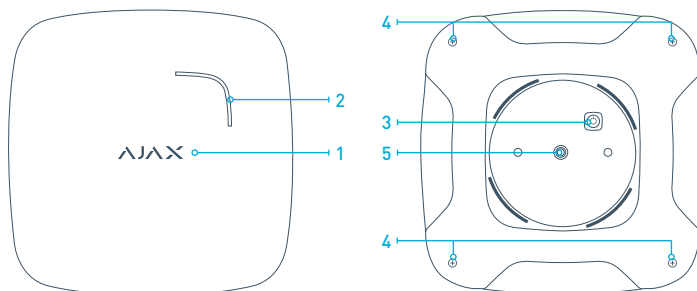

РИС. 1. Датчик FireProtect
4.1 Для регистрации датчика необходимо перевести приемное устройство охранной системы Ajax в режим «Добавить устройство» (как это сделать см. в руководстве к приемному устройству) и включить датчик зажатием кнопки «3» (РИС.1) на 3 секунды. В момент включения исправный датчик должен мигнуть зеленым светодиодом «1» (РИС.1). Запрос на регистрацию передается только в момент включения датчика! Если регистрация датчика в охранной системе по какой-либо причине не произошла, FireProtect мигает зеленым светодиодом 6 раз с периодичностью раз в секунду, после чего переходит в автономный режим. Чтобы повторить регистрацию – выключите датчик зажав кнопку на 3 с и выдержав паузу в 5 секунд включите его снова. Если FireProtect был удален из списка зарегистрированных в охранной системе устройств, то он аналогично мигает зеленым светодиодом 6 раз с периодичностью раз в секунду, после чего автоматически переходит в автономный режим.
5.5 Активация режима тревоги сопровождается звуковым сигналом встроенной сирены и световой индикацией — на датчике загорается красный светодиод. В режиме тревоги предусмотрена возможность отключить звуковой сигнал примерно на 10 минут нажатием сенсорной кнопки «ТЕСТ» («1», РИС.1), которая находится в центре логотипа AJAX. Световая индикация тревоги при этом не отключается, на приемник при этом никаких сообщений не приходит и он продолжает детектировать тревогу. Если через 10 минут уровень дыма, температура или уровень содержания CO в воздухе не нормализовались, звуковой сигнал воспроизводится повторно.
5.11 Перед установкой обязательно проведите тест, чтобы убедиться в работоспособности датчика дыма. При включенном работающем датчике (без тревоги) нажмите на 5-10 секунд на корпусе кнопку «ТЕСТ» («4», РИС. 1) в центре логотипа AJAX, это переведет датчик в режим самотестирования приблизительно на 5 секунд. В режиме самотестирования проверяется работоспособность дымовой камеры, производится электронная имитация присутствия дыма, и если дымовая камера исправна – выдается звуковой сигнал.
6.6 Своевременно заменяйте батареи питания на новые. При разряде батареи датчик передает соответствующий сигнал на центральный блок сигнализации. О разряженной батарее датчик также сигнализирует звуковыми сообщениями: один короткий звуковой сигнал — разряжены основные батареи CR2; два коротких звуковых сигнала — разряжена дополнительная батарея CR2032; три звуковых сигнала — разряжены обе батареи. Для замены батареи выключите датчик, открутите саморезы «4» (РИС.1) и снимите крышку датчика. В конструкции датчика предусмотрены элементы, блокирующие его закрытие без установленных основных батарей. Замените разряженные батареи на новые, соблюдая полярность. Включите датчик.